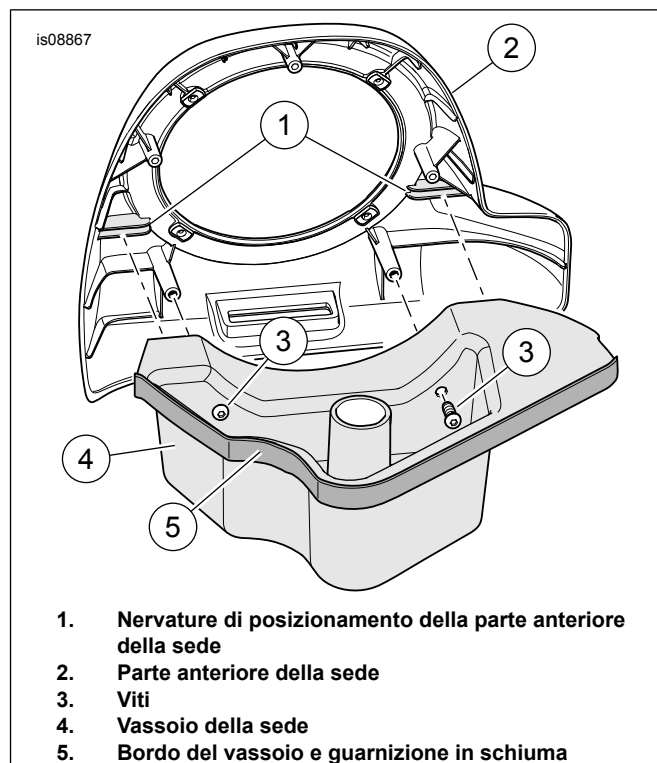

Figura 6. Gruppo della sede
6. Vedere Figura 6. Assemblare il vassoio della sede (4) sulla parte anteriore della sede stessa (2). Installare due viti autofilettanti (3). Rimuovere la carta protettiva da un lato della guarnizione in schiuma a doppio lato (5). Installare la guarnizione di tenuta come illustrato. Rfinire e conservare la parte della guarnizione di tenuta in schiuma in eccesso per un uso successivo.